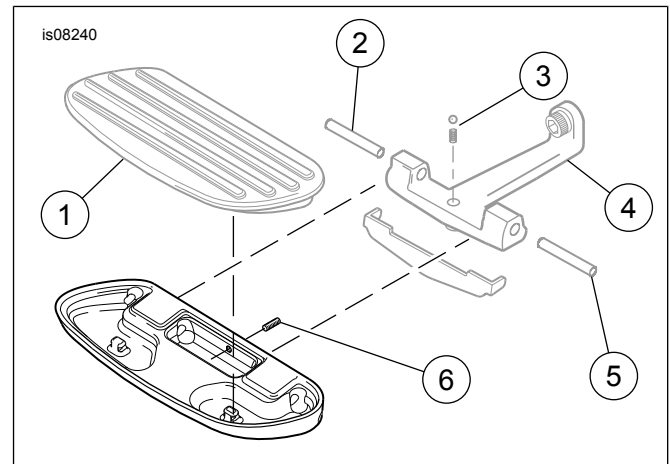

Abbildung 1. Ersatzteile
Siehe Abbildung 1 und Tabelle 1.
4. Siehe Abbildung 1. Die Anschlagfeder in die Bohrung der Stützhalterung stecken und die Stahlkugel auf die Feder legen, wenn sie dort noch nicht liegt.